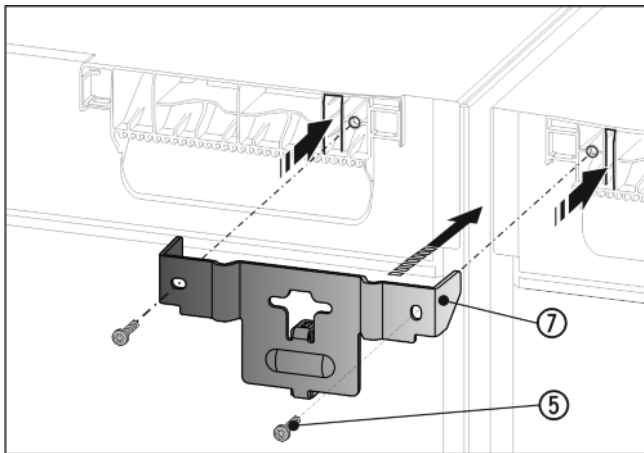

Fig. 9
- Työnnä kulma Fig. 9 (7) ja välikappale laitteiden väliin ja kielekkeet laitteen kanteen. Ruuvaa kiinni 2 ruuvilla Fig. 9 (5).